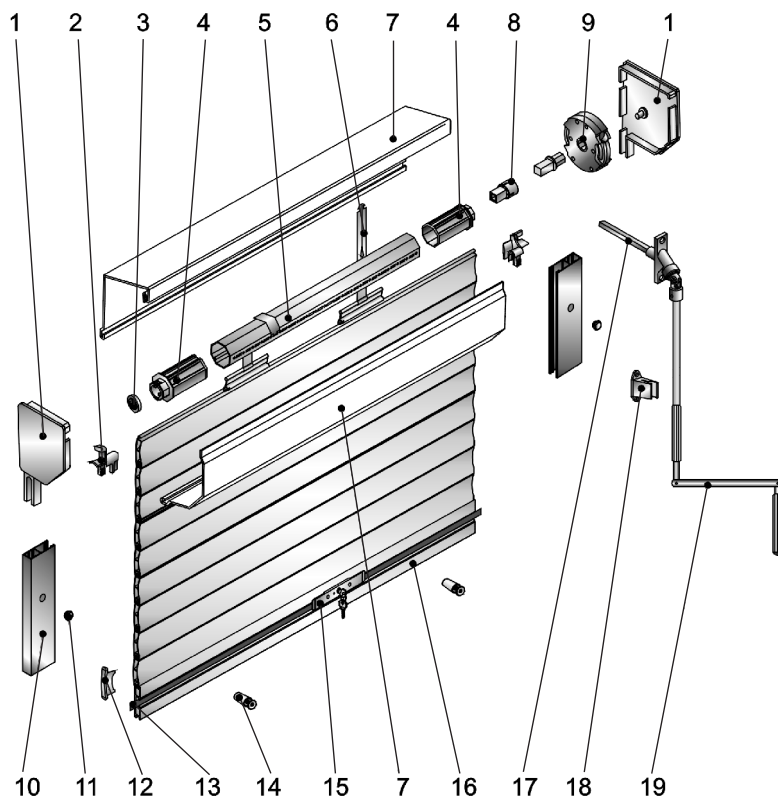

Рис. 2 Комплектация роллет с воротковым приводом:
1.3.5 Устройство и порядок работы роллеты, оснащенной воротковым приводом (см. рис.2):